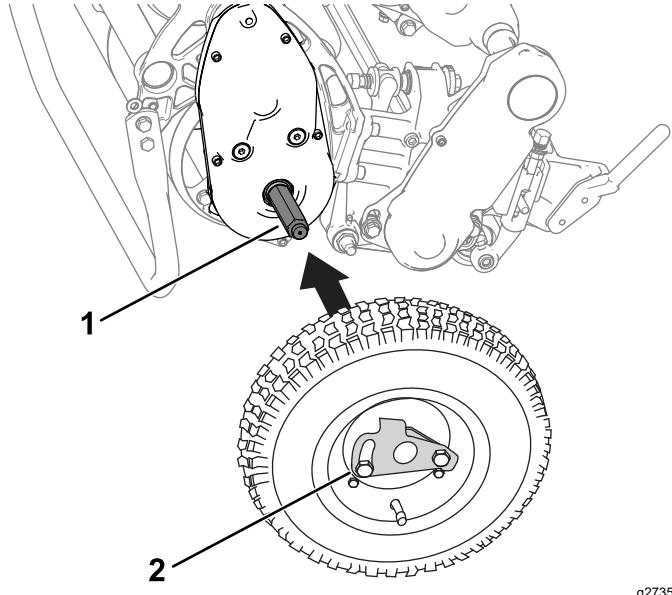

Figura 30
2. Deslice una rueda sobre un eje (Figura 30).
3. Gire el clip de retención de la rueda (Figura 30) alejándolo del centro de la rueda, dejando que esta entre más en el eje.